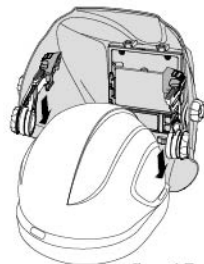

fig. 15
- Glisați vârful adaptorului în fantele situate pe fiecare parte a căștii de protecție (consultați fig. 15).